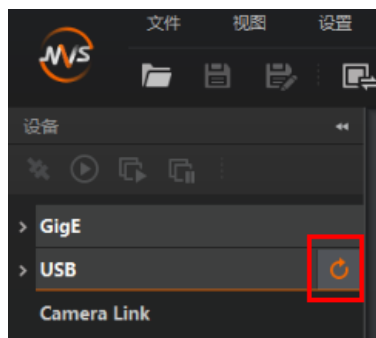

图2-7 刷新 USB 口设备列表
2. 设备列表会自动显示当前枚举到的设备。也可通过点击 USB 接口处的刷新按钮 , 对设备列表中显示的设备进行手动刷新，如图 2-7 所示。